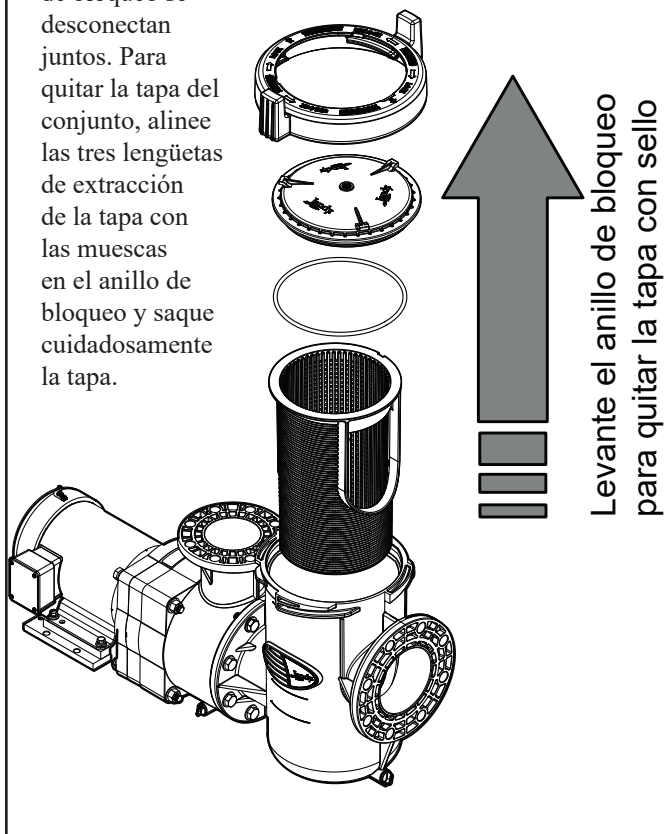

Figura 10. Vista ampliada de la bomba
8. La canasta del tamiz se puede retirar y limpiar. Verifique que la canasta esté alineada adecuadamente con el puerto de entrada del tamiz cuando vuelva a colocar la canasta en el receptáculo del tamiz. Consulte la Figura 10.